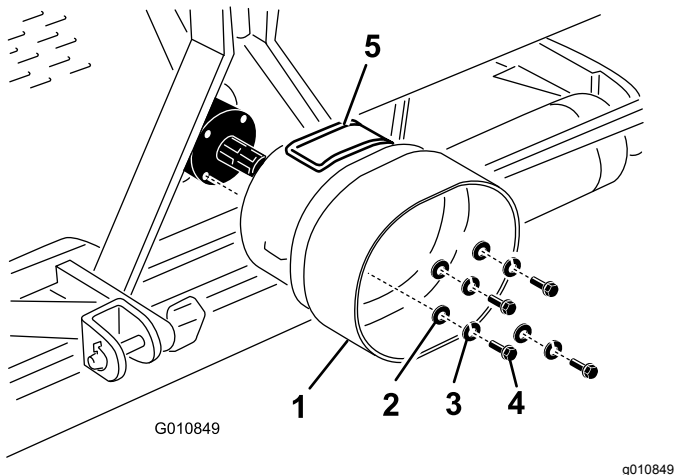

Figura 22
1. Retire los 4 pernos, las arandelas de freno y las arandelas planas que están sujetas a la parte trasera de la caja de engranajes del aireador (Figura 22).
2. Monte el protector de la TDF en la caja de engranajes del aireador con los herrajes que retiró anteriormente (Figura 22). Al montar el protector de la TDF, asegúrese de que el panel de acceso (Figura 22) está colocado en la parte superior o lateral, dependiendo de la configuración del bastidor del aireador.
**Nota:** Puede abrir el panel de acceso (Figura 22) para facilitar el desmontaje y la instalación de los herrajes de montaje del árbol de la TDF.